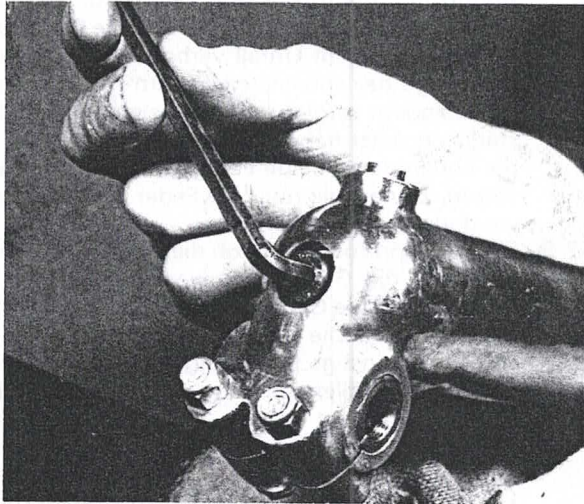
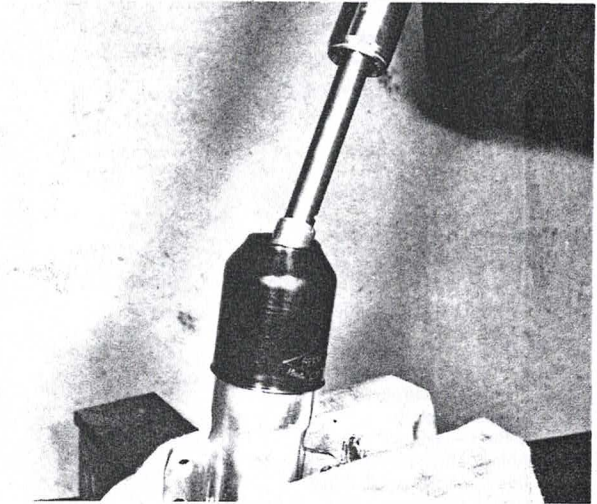

Bild 142
Bild 143
- Die Innensechskantschraube am unteren Ende des Gleitrohres ausschrauben (Bild 142). Dann kann das Gleitrohr vom Standrohr abgezogen werden (Bild 143). Die Staubkappe vom Oberende des Gleitrohres abziehen und den grossen Sicherungsring aus dem Gleitrohr herausnehmen (Bilder 144, 145). Nun können die beiden Dichtungsringe unmittelbar unter dem Sicherungsring herausgehoben werden.